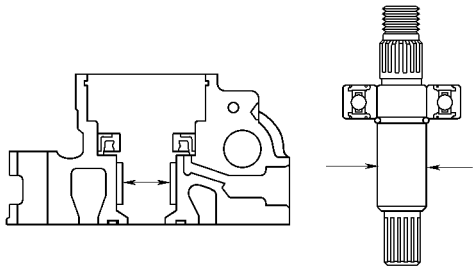

图 16-55 测量衬套和转子轴之间的油隙
(1) 测量轴和衬套之间的油隙。检查衬套是否磨损或损坏，然后使用百分表和游标卡尺测量衬套和转子轴之间的油隙，如图 16-55 所示。